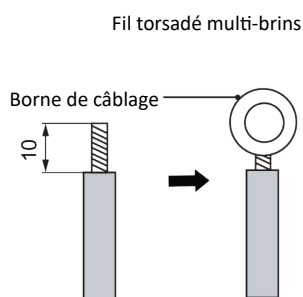

Fig.5.1.2
② Connexion du fil toronné (comme indiqué sur la Fig.5.1.2)